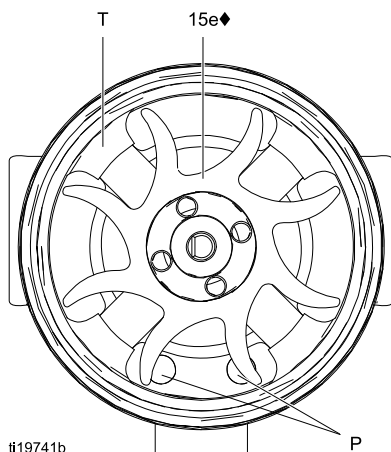
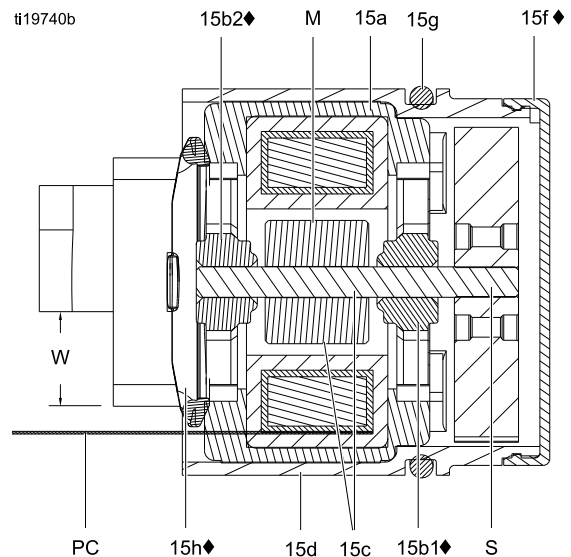

Figure 34 Richting van de ventilator
Figure 35 Doorsneetekening dynamo
12. Leg de spoelconstructie (15a) op een werkbank en houd deze vast met het ventilatoruiteinde omhoog. Druk de ventilator (15e♦) op het lange deel van de as (S). De ventilatorbladen moeten gericht zijn zoals afgebeeld.
13. Druk voorzichtig de spoel (15a) in de voorkant van het huis (15d♦), zodanig dat de pen van de spoel goed in de uitsparing in het huis valt. De driedraads connector (PC) moet onder de breedste inkeping (W) van de behuizingslipjes komen, zoals te zien in Afb. 35. Let erop dat de spoeluitlijnpennen (P) zitten zoals in Afb. 34.
14. Draai de ventilator (15e) zodat de ventilatorbladen de vier lagerlipjes (T) aan de achterkant van de behuizing vrijmaken. Zorg dat de bladen van de onderste lager (15b1♦) op één lijn zijn met de lipjes.